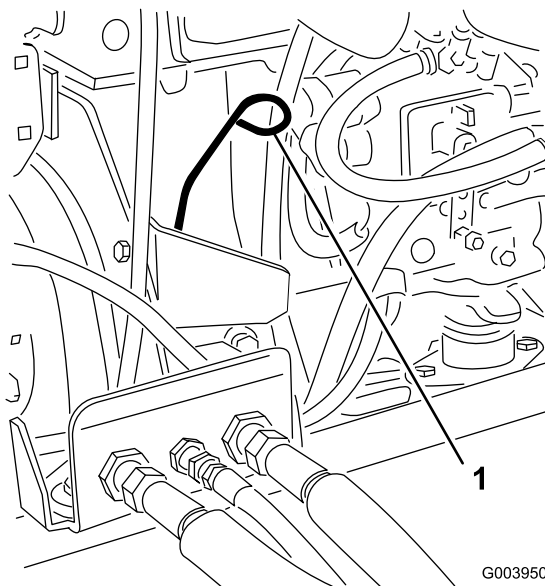

図 31
3. ディップスティックを抜き取り、付いているオイルをウェスで拭きとってもう一度差し込む(図 31)。